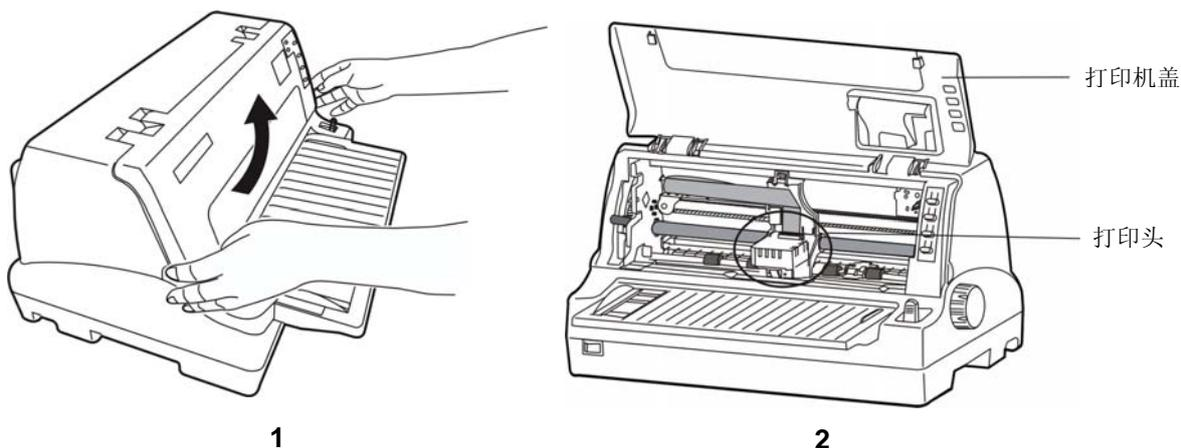

图 2-8 打开打印机盖
2. 用双手按住打印机盖左右两侧的凹位向上打开打印机盖（如图 2-8 所示）。
4. 将打印头移到打印机中间（如图 2-8 (2) 所示）。